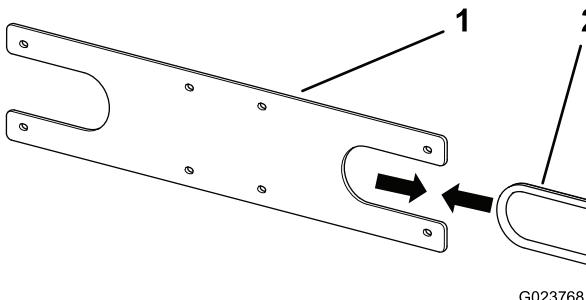

Figura 4
5. Instale la moldura en la placa de extremo (Figura 4) donde la manguera pasa a través de la base.